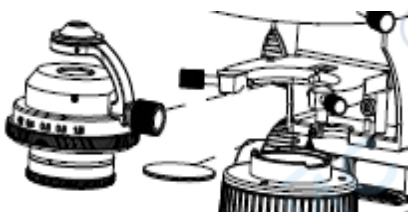

Рис.25
3. Крепление конденсатора (рис.25)